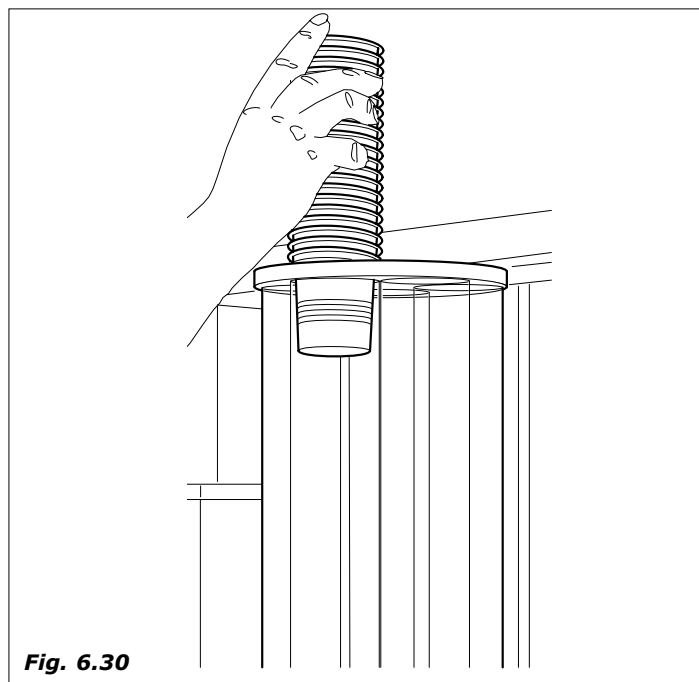

Fig. 6.30
- Verificar que la columna de vasos no esté alineada con el agujero de distribución. Cargar entonces todas las columnas procediendo hacia la izquierda; viceversa (cuando la columna está colocada en correspondencia del agujero de distribución), hay que cerrar la puerta y alimentar la máquina de modo tal que la columna de vasos gire y se conduzca automáticamente hasta una posición no alineada con el agujero y proceder entonces al cargamento (Fig.6.30).